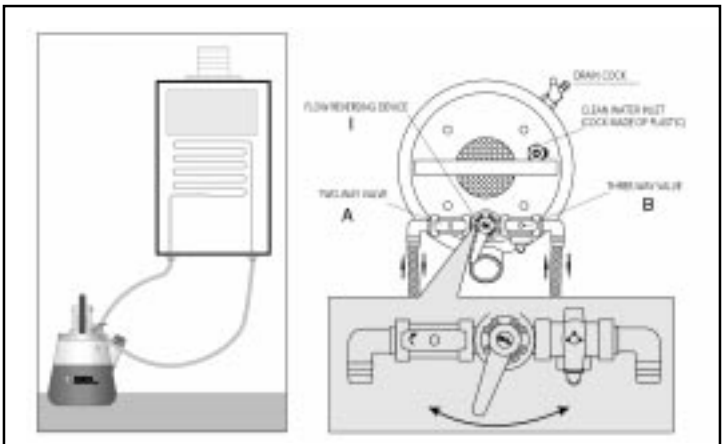

Fig. 1
Befestigen Sie die Schläuche an der zu entkalkenden Anlage und stecken sie den Netzstecker in eine 220V/50 Hz Schuko Steckdose, öffnen den Deckel der Einfüllöffnung (zum Austritt auftretender Gase), bringen das Zwei- (A) und Dreiwegeventil (B) in die entsprechende abgebildete Position (Abb. 1), schließen die Frischwasserzufuhr (Clean Water inlet) und schalten die Pumpe ein.